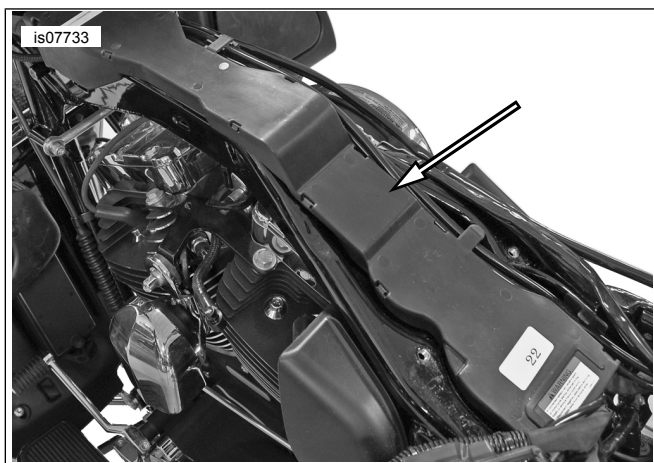

Figura 1. Calha de fios
6. Ver a Figura 1. Retire o fio através da tampa.